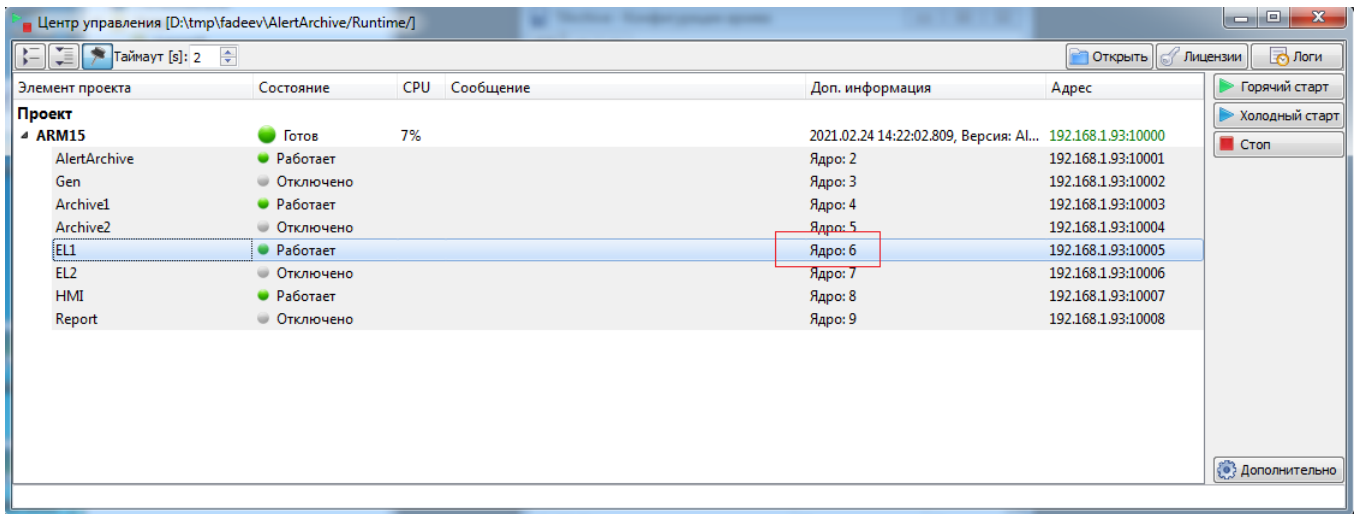

Рисунок 4.6 - Номер ядра приложения Архив Событий
3. Номер приложения на узле вычисляется, как номер ядра, которое можно увидеть в Центре управления, минус 1 (см. рис. 4.6) . В нашем случае номер ядра приложения равен 6, а вычисляемый результат равен 5.